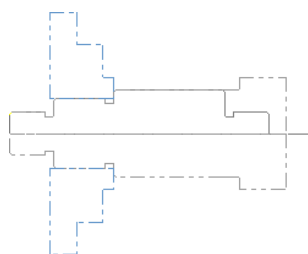

图 18.11 素材翻转
Step3. 在“车削素材翻转 属性”对话框中单击 **✓** 按钮，结果如图 18.11 所示。